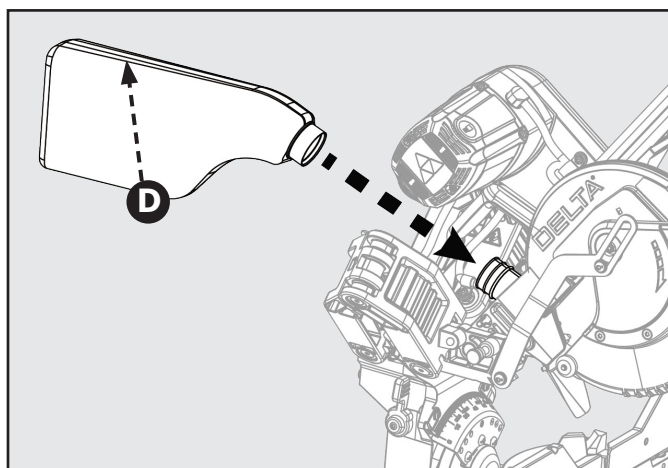

Figura 10
La herramienta incluye una bolsa de recolección de polvo (D) que se coloca sobre el puerto de salida ubicado en la protección de la guarda superior. Deslice la arandela de plástico por el puerto de salida de polvo ubicado en la parte posterior del cabezal de la sierra. Consulte la Figura 10.